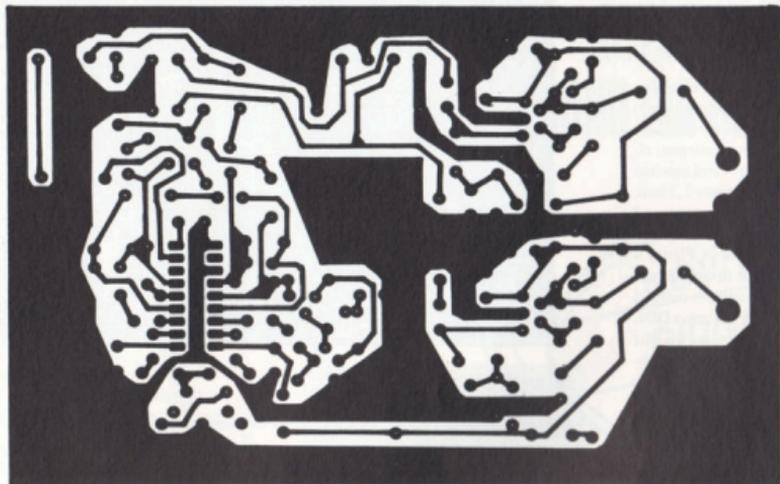

Figura 3. Circuito stampato visto dal lato rame in scala unitaria.
• Consigliamo di realizzare il circuito stampato in Vetronite, per motivi di robustezza e qualità delle piste. Il relativo tracciato, illustrato in Figura 3, potrà essere riprodotto direttamente sul rame, con l'aiuto di nastri adesivi e piazzole trasferibili, nonché di un pennarello (per i piani di massa), oppure realizzando il prototipo con l'acetato allegato alla rivista. • La foratura avverrà con una punta da 0,8 mm, 1 mm oppure 1,2 mm, a seconda dei componenti da montare. I fori di fissaggio avranno il diametro di 3 mm. Il montaggio visibile in Figura 4 non dovrebbe porre alcun tipo di problema: inserire i cinque ponticelli marcati "St", poi i potenziometri e la presa DIN. Montare quindi, a questo punto, gli altri componenti e per ultimi i semiconduttori.